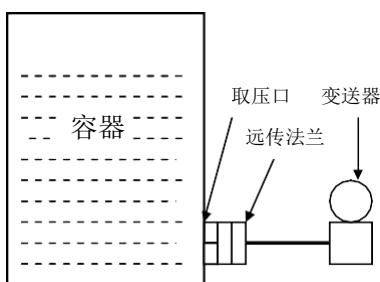
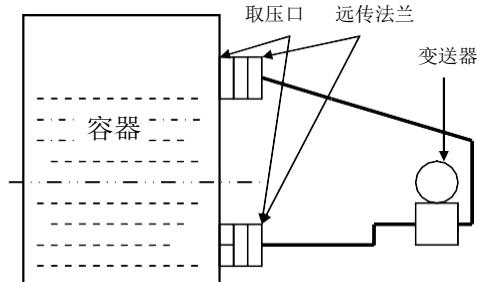

图5-3 带单法兰变送器安装
图5-4 带双法兰变送器安装
- ① 毛细管越短越好；
- ② 安装带一个远传法兰的变送器，测量容器液位时，应使变送器与流程接头及法兰保持同一水平或低于取压口及法兰（见图5-3）用带两个远传法兰，并且法兰安装在不同高度的变送器，变送器应安装在两法兰与取压口之间的中点或中点以下（见图5-4）